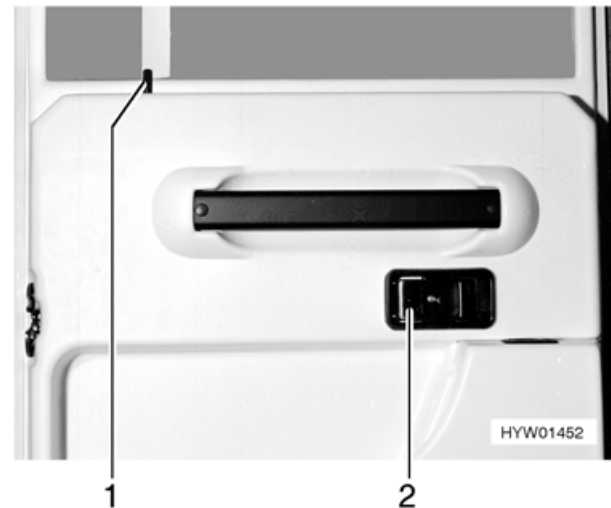

Bild 19 Türschloss Fahrtür, innen
- Am Griff (Bild 19,2) ziehen. Das Türschloss wird entriegelt.
- Sicherungsknopf (Bild 19,1) nach unten drücken.